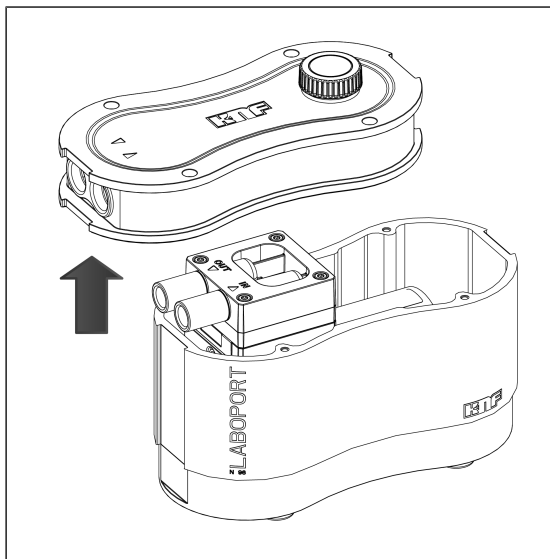

Fig.10: Quitar la tapa de la carcasa
3. Quitar con cuidado la tapa de la carcasa (2) y colocarla junto a la carcasa de la bomba (3) (ver Fig. 10).
- i** Al quitar la tapa de la carcasa (2), asegurarse de que no actúan fuerzas de tracción en los cables y de que estos no sufren daños